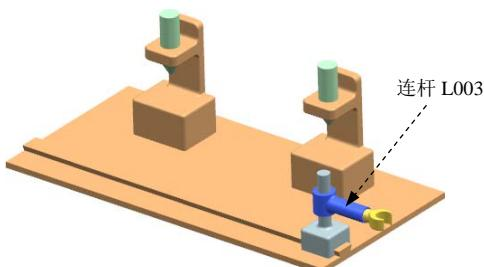

图 10.3.4 定义连杆 L003
(3) 定义连杆 L003。选取图 10.3.4 所示的零件为连杆 L003，在“连杆”对话框中单击 **应用** 按钮。